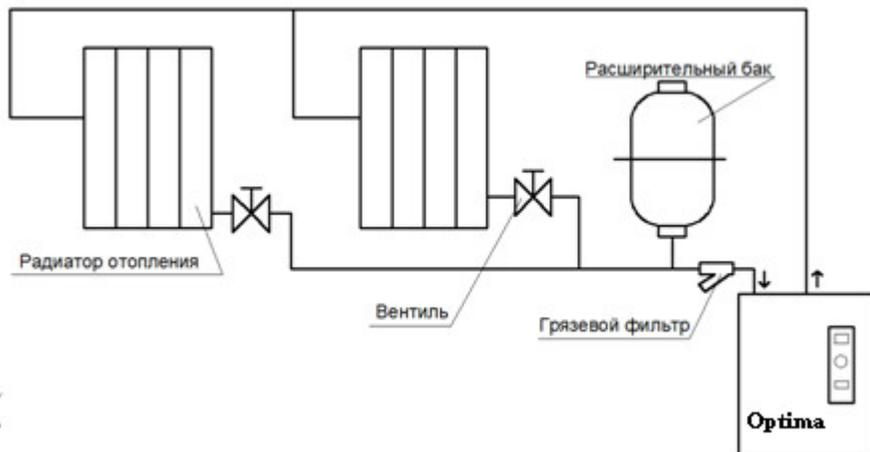

Рисунок 1. Общий вид замкнутой системы отопления
Водонагреватель предназначен для работы в автономной замкнутой системе отопления (см. рис. 1) с рабочим давлением от 1,0 до 3 бар. Подобная система обычно состоит из нескольких обязательных элементов, большая часть которых уже включена в стоимость и конструкцию водонагревателя:
6.8. В системе отопления обязательно должен присутствовать мембранный расширительный бак (см. рис. 1). Объем расширительного бака зависит от объема жидкости в отопительной системе. Расширительный бак можно устанавливать в любой удобной точке системы, и он служит для размещения прироста объема воды вследствие расширения её при нагреве.